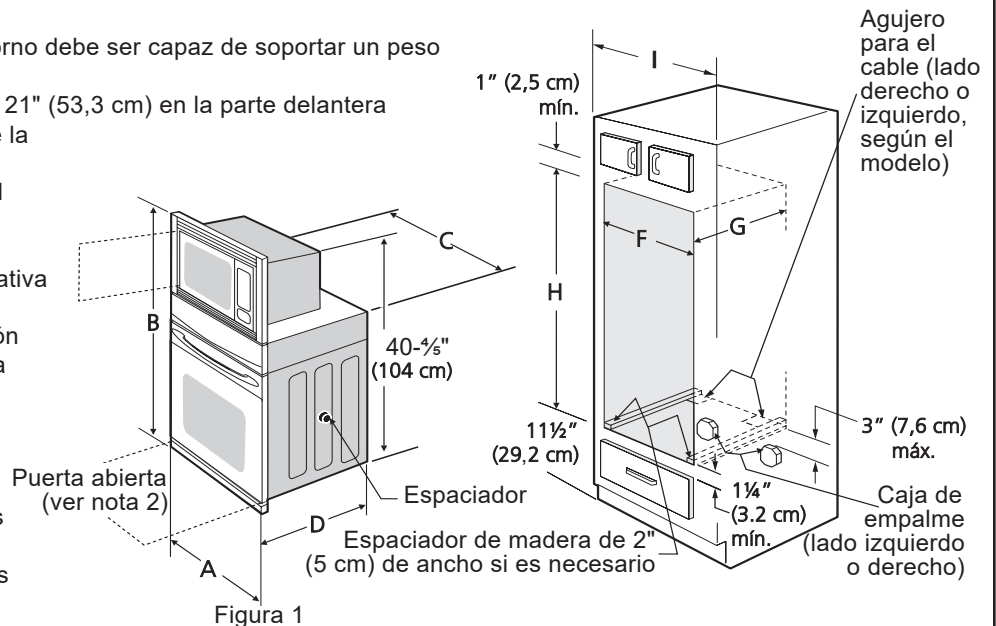

Figura 1
Para determinar las dimensiones aplicables del aparato y el espacio necesario donde irá acoplado, véase la figura 1. La superficie de soporte del horno debe estar hecha de "plywood" (madera contrachapada) o cualquier otro material similar; además, la superficie debe estar nivelada en relación con todos sus lados: derecha/izquierda, delante/detrás.
2. Estos electrodomésticos deben conectarse a la caja de desconexión de fusibles (o disyuntor) a través de un cable forrado flexible blindado no metálico. El cable flexible blindado que se extiende desde el electrodoméstico debe conectarse directamente a la caja de empalme. La caja de empalme debe estar ubicada como se muestra en la Figura 1 con el resto lo más holgado posible en el cable entre la caja y el electrodoméstico, para que pueda moverse en caso de que el servicio sea alguna vez necesario.